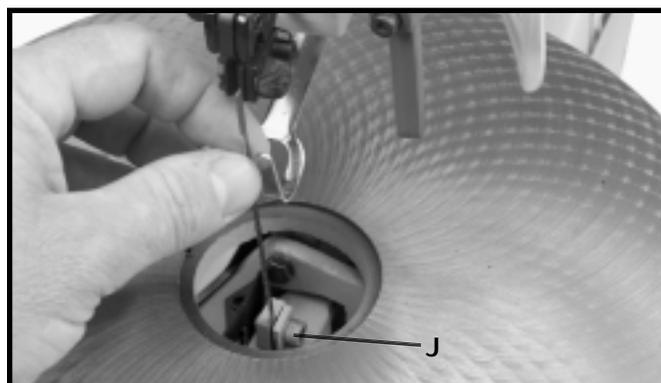

Fig. 26
7. Serrez la vis (J) fig. 26 dans l'ensemble du porte-lame inférieur.